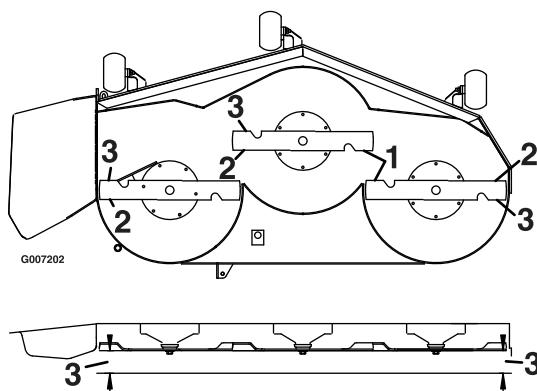

Figura 43
5. Mida entre los bordes de corte exteriores y la superficie plana (Figura 43). Si hay una diferencia de más de $3/16$ pulgada (5 mm) entre ambas
9. Gire cuidadosamente las cuchillas colocándolas perpendicularmente al sentido de avance de la máquina (Figura 43).